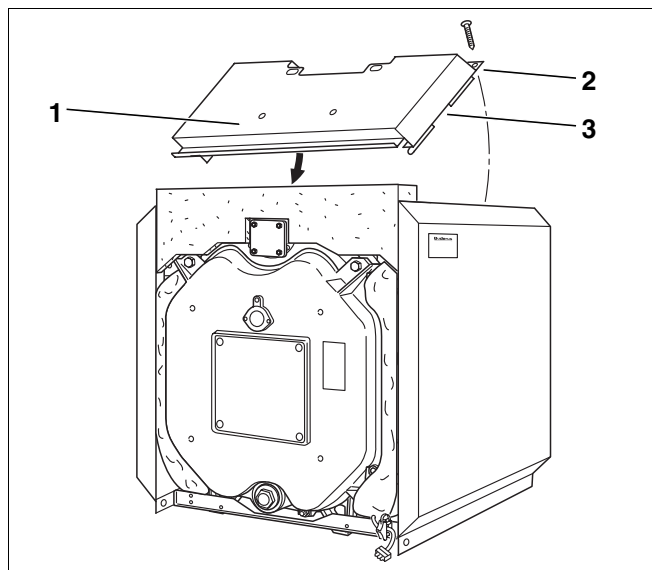

Fig. 36 Montaj – capac anterior
- Capacul din față (fig. 36, **poz. 1**) se așează astfel între pereții laterali, încât decuparea (fig. 36, **poz. 3**) să cuprindă traversa.
- Capacul se fixează cu câte un șurub de tablă, în partea din spate (fig. 36, **poz. 2**), de pereții laterali.